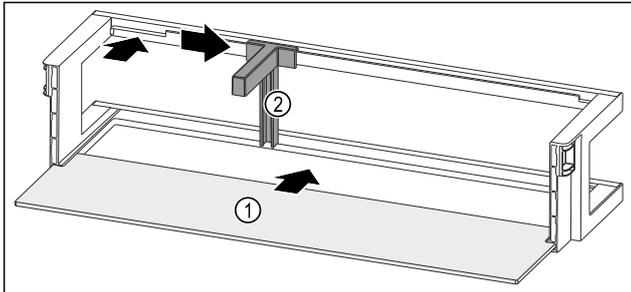

Fig. 123 Лотки на дверцятах з полицю
- ▶ Посуньте полицю Fig. 123 (1) у бічні пази.
- ▶ Вставте тримач пляшок Fig. 123 (2) у паз.
- ▶ Пересуньте тримач пляшок Fig. 123 (2) убік до бажаної позиції.